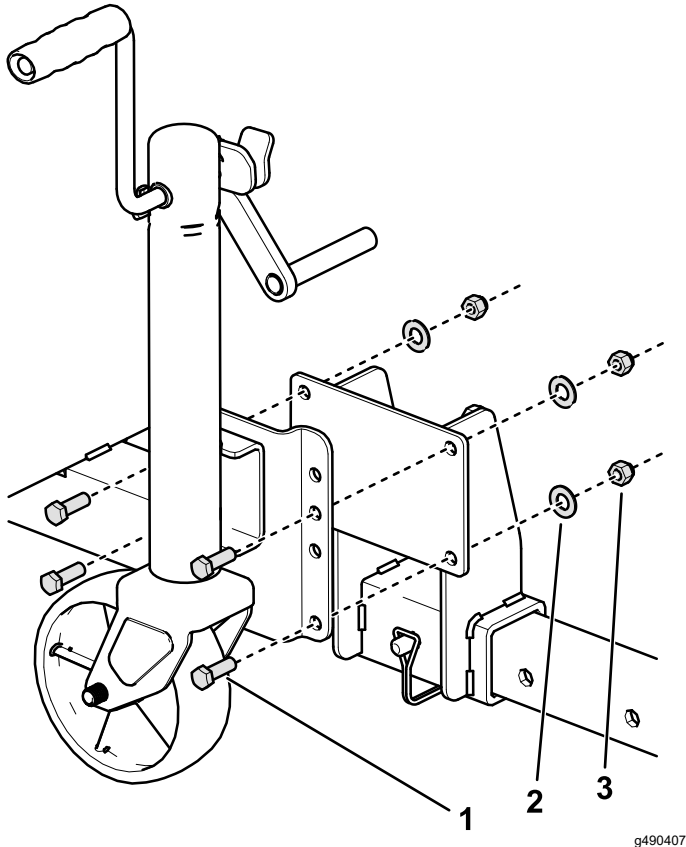

Figura 2
11. Montate il cavalletto sulla staffa del tubo del telaio del rimorchio come mostrato nella Figura 2.